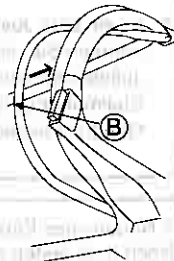

Abb. 18.
- 4 Ziehen Sie den Steuer-Kupplungshebel (B) in Ihre Richtung, um mit dem Mähen zu beginnen. (Siehe Abb. 18.)